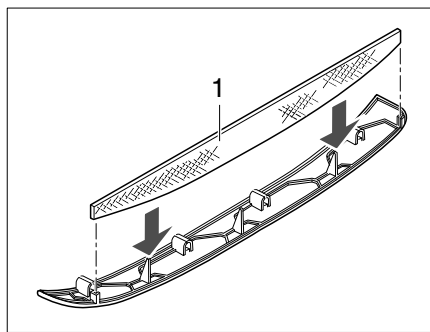
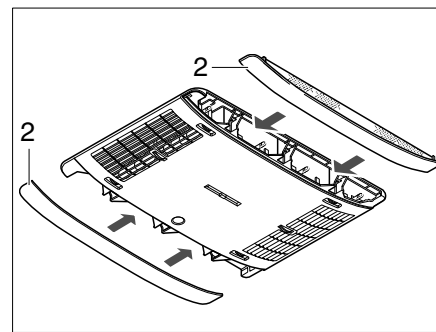

Fig. 160 Filtre à peluches de la climatisation
Fig. 161 Panneaux de la climatisation
Dans les panneaux latéraux (Fig. 161,2) se trouvent deux filtres à peluches. Les filtres à peluches doivent être nettoyés, et si nécessaire remplacés, à intervalles réguliers, au moins cependant tous les 6 mois.
- Enlever le panneau (Fig. 161,2) du distributeur d'air et nettoyer ou, si nécessaire, remplacer le filtre à peluches (Fig. 160,1).